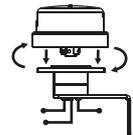

Figura 5
- 5) No modelo com conector (RFE-A131), o relé deve ser pressionado e girado no sentido horário, conforme ilustra a **Figura 5**.